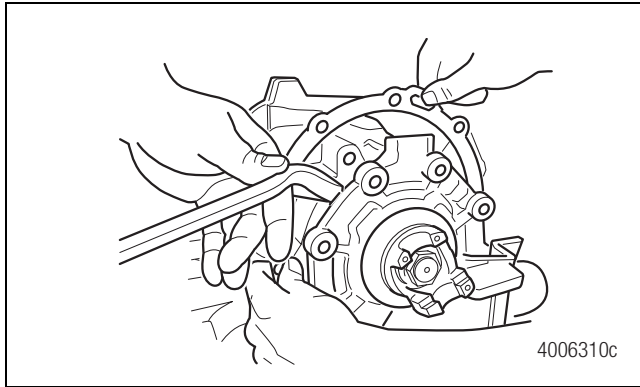

Figure 4.12
6. Utiliser un levier et un maillet pour décoller le logement de roulement d'arbre d'entrée et la pompe interne (selon l'équipement). Figure 4.12.
7. Retirer le jeu de cales. Figure 4.12.